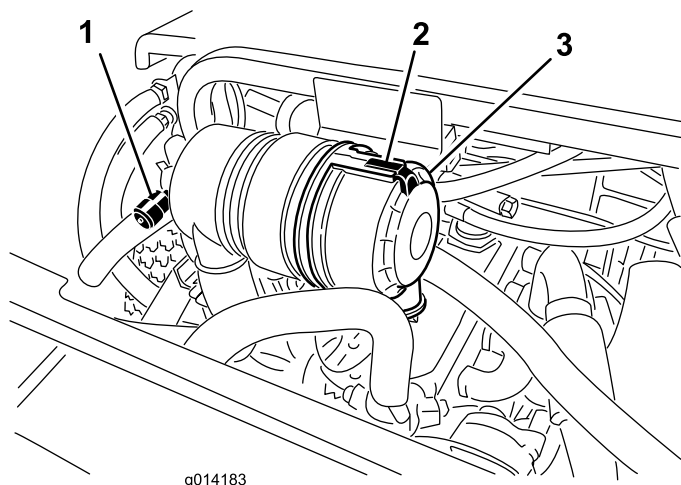

図 43
エアクリーナの整備はインジケータ図 43が赤色になってから行ってください。早めに整備を行っても意味がありません。むしろフィルタを外したときにエンジン内部に異物を入れてしまう危険が大きくなります。
1. エアクリーナのカバーをボディーに固定しているラッチを外す(図 43)。